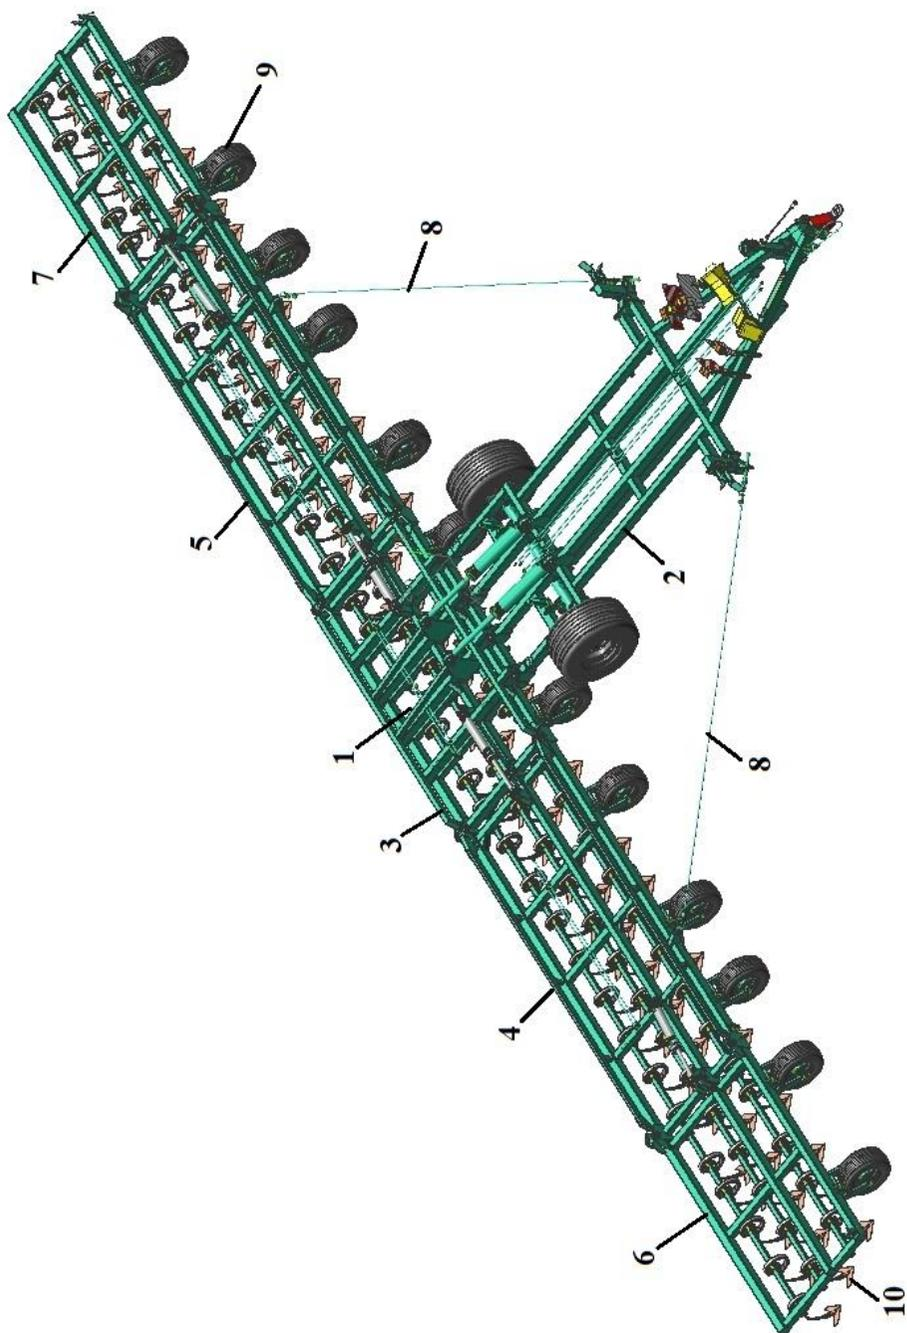

Рисунок 1 – Общий вид культиватора в рабочем положении
3.1 Культиватор КПМ представляет собой полуприцепную машину, состоящую из рабочего полотна 1, транспортной тележки 2, стяжек крыла 8, гидросистемы (рисунок 1).
3.2 Рабочее полотно состоит (рисунок 1) из центральной секции 3, крыла правого 4, крыла левого 5, открылка правого 6 и открылка левого 7. На рабочем полотне установлены копирующие колёса 9 с винтом регулировки глубины обработки, а также рабочие органы 10.
- установить растяжки и подтянуть с помощью винтов (см. рис.1).